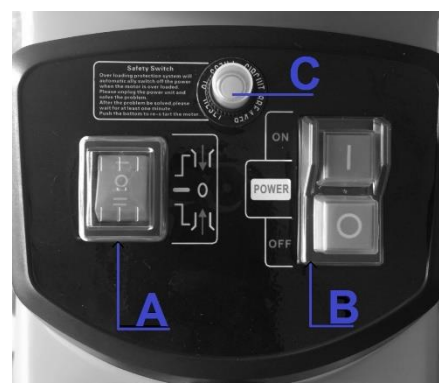

Fig. 5
4.4-avvio e di arresto (Fig. 5)